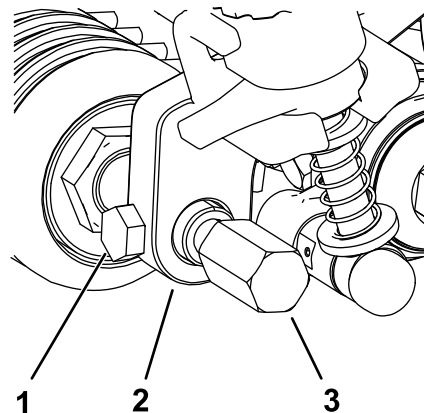

図 21
5. 前ローラのシャフトを左右の刈高ブラケットの中央にセットし、古い刈高アームから外した取り付けねじ2本で固定する 図 21。
6. 前ローラシャフトの左右それぞれにグルーマガードを取り付ける 図 21。